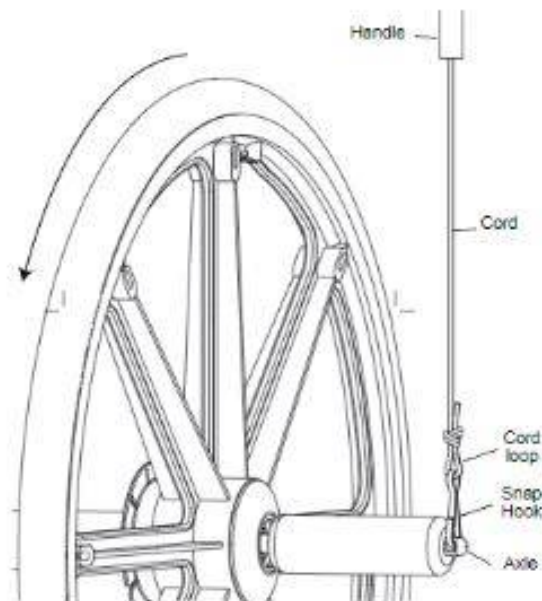

Figura 16: Hacer girar un giroscopio.
- Luego, mostrar que un giroscopio giratorio no se cae cuando suelta la empuñadura. Mantener el cable de suspensión sujeto al eje. Sujetar la otra empuñadura de modo que el eje del giroscopio esté horizontal. Envolver el cable de tracción alrededor de la polea del adaptador de rodamiento con bridas. Tirar del cordón para hacer girar el giroscopio. Soltar la empuñadura. En lugar de caerse, el giroscopio gira lentamente en un círculo alrededor del cordón del que cuelga (ver Figura 16).